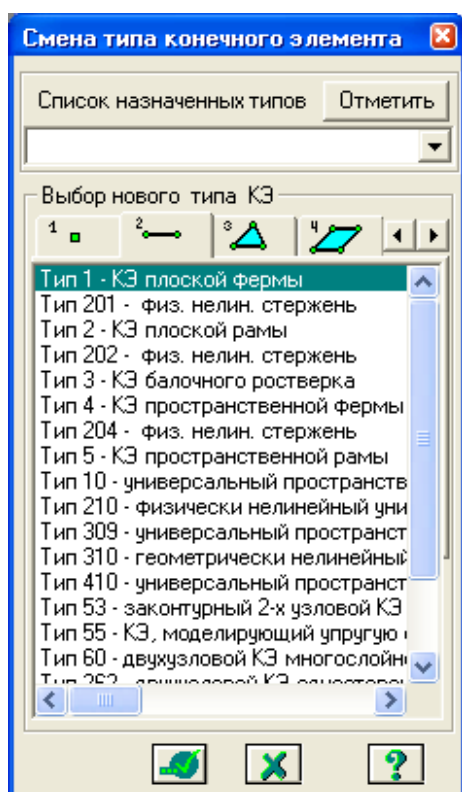

Рис.3.11. Диалоговое окно **Смена типа конечного элемента**
- С помощью меню **Схема** ⇒ **Корректировка** ⇒ **Смена типа конечного элемента** (кнопка  на панели инструментов) вызовите диалоговое окно **Смена типа конечного элемента** (рис.3.11).